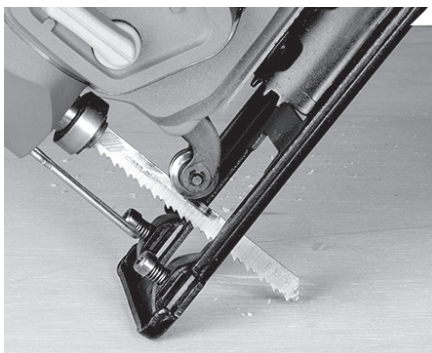

FIG 7
Méthode sans pré-perçage : (FIG 7 - 9)
2. À l'aide d'une vitesse lente, inclinez lentement la lame vers le bas vers le matériau et commencez à couper. Voir la FIG. 7.